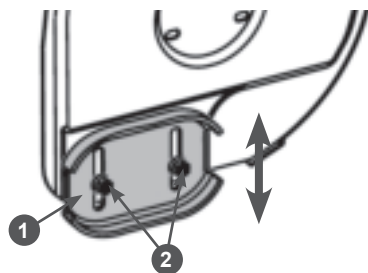

Рис. 29 Регулировка высоты забора снега
2. Открутите гайки 2 крепления ползочка 1 на 1-2 оборота и установите ползочек на необходимую высоту (Рис. 29). Снова затяните гайки.